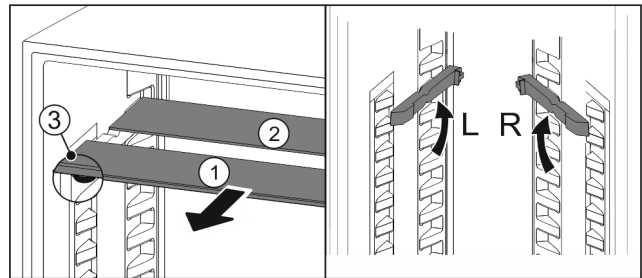

Fig. 159
- ▶ Izvelciet stikla paneļus pa vienam uz priekšu Fig. 159 (1).
- ▶ Stikla panelis Fig. 159 (1) ar dekoratīvo uzliku atrodas priekšā.
- ▶ Apturi Fig. 159 (3) ir vērsti uz leju.